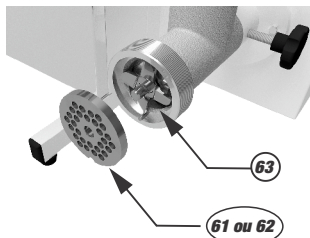

Figura 14
- Proceda com a instalação dos componentes do moedor de carne conforme item 2.4.
- Retire a lâmina de corte (21) do aparelho conforme item 2.3.1. Em seguida feche a porta da serra (40).
- Escolha o disco para moer apropriado para sua necessidade (61 ou 62) conforme *figura 14*. O disco com furos menores (61) produzirá carne moída fina enquanto que o disco com furos maiores (62) produzirá carne grosseiramente moída.